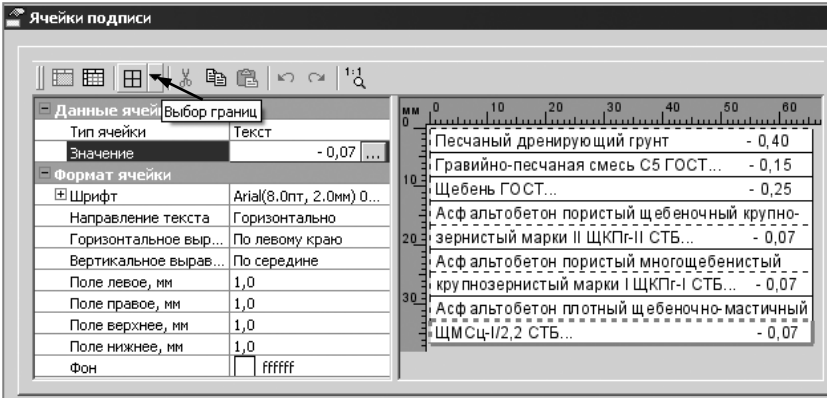

Рис. 31.6
9. Подпишем слои дорожной одежды на поперечниках, также используя команду *Подпись/Создать*. При этом зададим количество ячеек по числу строк, необходимых для описания конструкции дорожной одежды (рис. 31.6).